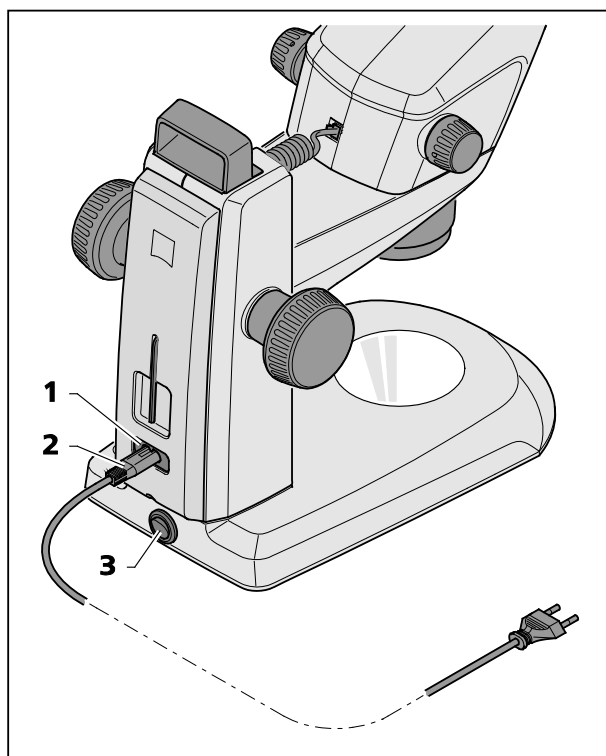

Fig. 17 Ligar o estereomicroscópio
- Inserir o cabo de ligação à rede (Fig. 17/2) na tomada de rede (Fig. 17/1) disposta no estativo.
- Ligar o cabo de rede (Fig. 17/2) a uma tomada de corrente da rede.
- Conectar ou desconectar o estereomicroscópio mediante o interruptor de rede (Fig. 17/3).